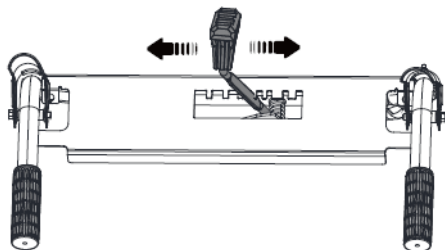

Рис. 32
2. Переместите рычаг регулировки скорости влево для движения вперед или вправо для движения назад (рис. 32).